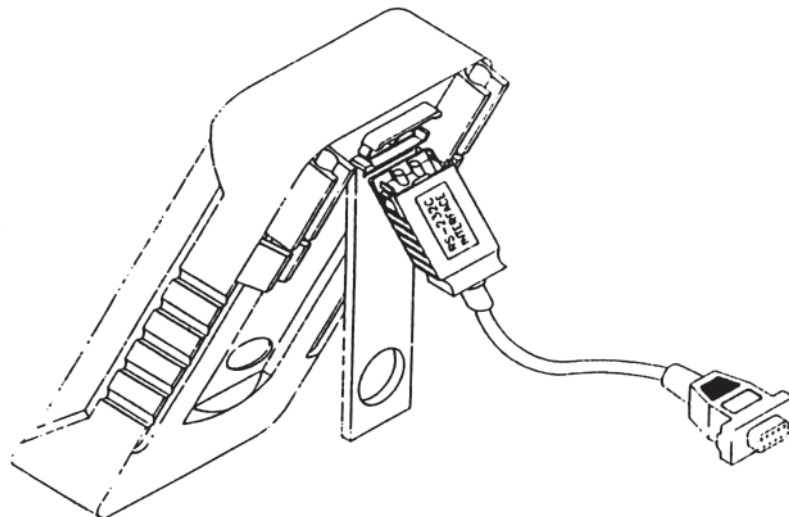

Abbildung 23. Kabelverbindung für die Kommunikation.
2. Das eine Ende des Kabels am Messgerät anschließen, den 9-poligen Stecker an den Anschlüssen 1 oder 2 des PC anschließen. Siehe **Abbildung 23**.